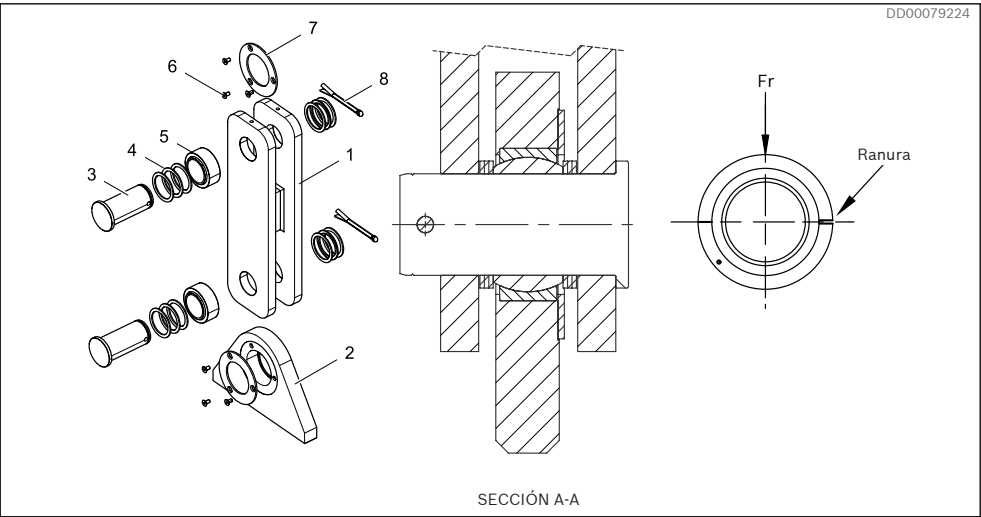
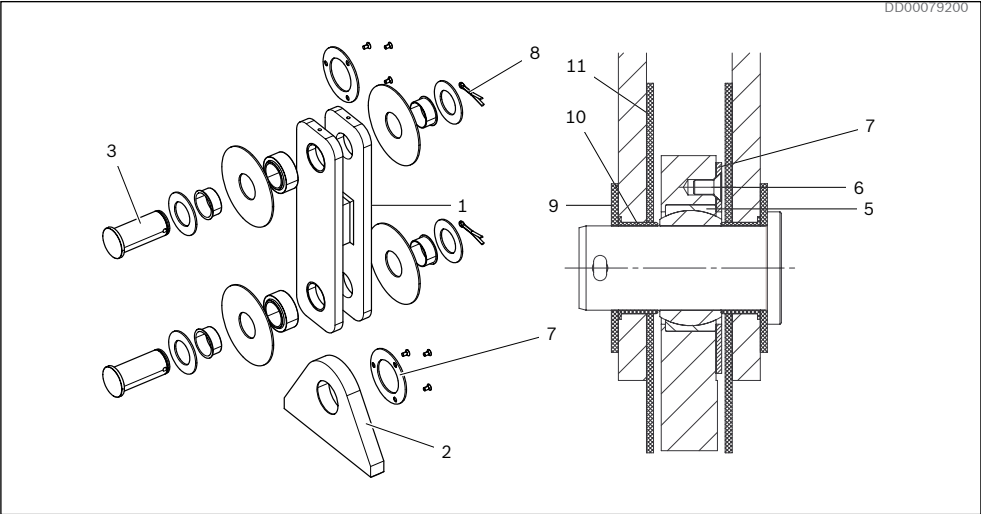
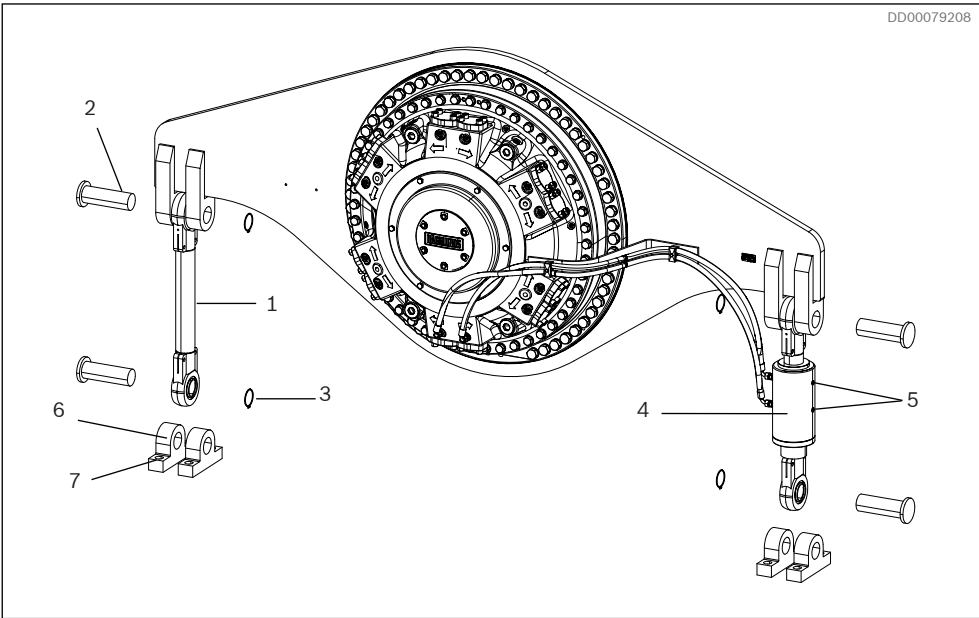
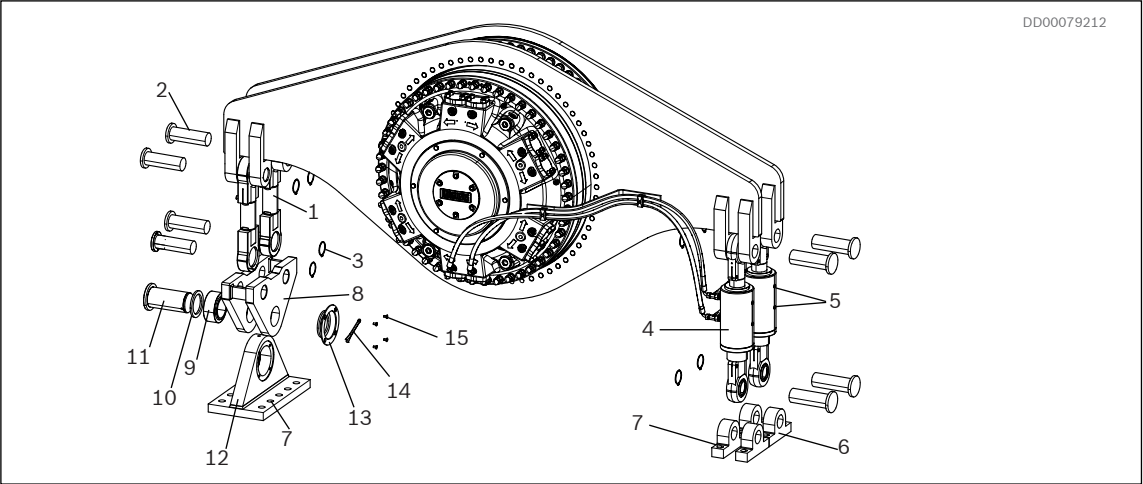

Fig. 26: Conexión articulada TC A
Fig. 27: Conexión articulada TC A con aislamiento eléctrico
Fig. 34: Conexión articulada y cilindro hidráulico para DTCBM 1600 a DTCBM 4000
Fig. 37: Conexión articulada y cilindro hidráulico de DTCBM 4600 a DTCBM 6000
- 2 El rodamiento esférico liso se debe desmontar durante la soldadura. Ver Fig. 26 y Fig. 27 y debe desconectarse la conexión articulada.
- 1. El rodamiento se instalará de tal forma que la ranura del anillo exterior quede perpendicular a la dirección de carga. Ver Fig. 26 (válido también para Fig. 27)
- 2. El rodamiento (5) se instalará usando un casquillo de instalación o tubo aplicado al anillo exterior del rodamiento.
- 3. Coloque los tornillos (6) con un par de apriete 47 Nm [34,67lb ft]
- 4. Monte el resto de los componentes siguiendo Fig. 26 y Fig. 27
1. Instale la varilla articulada en el lado izquierdo del brazo de par (visto desde el lado de la conexión principal del motor), utilice las clavijas (2) y asegúrelas en su lugar con anillos de retención (3).
2. Instale el cilindro hidráulico con la varilla de pistones mirando hacia arriba en el lado derecho del brazo de par (visto desde el lado de la conexión principal del motor), utilice las clavijas (2) y asegúrelas en su lugar con anillos de retención (3). Gire el cilindro de modo que las conexiones hidráulicas A, B y C estén mirando al motor.
4. El rodamiento esférico liso (9) se instalará de tal forma que la ranura del anillo exterior quede perpendicular a la dirección de carga. Ver *Fig. 26*
5. El rodamiento esférico liso (9) se instalará usando un casquillo de instalación o tubo aplicado al anillo exterior del rodamiento.
6. Coloque los tornillos (15) con un par de apriete 47 Nm [34,67lb ft]
7. Monte el resto de los componentes conforme a *Fig. 37*
8. Las uniones (6), (12) para el brazo de par deberán quedar sujetas con tornillos (7).
Los cilindros deben quedar vacíos de aire durante la puesta en servicio, usando para ello los tornillos de escape de aire del cilindro, ver Fig. 34 y Fig. 37